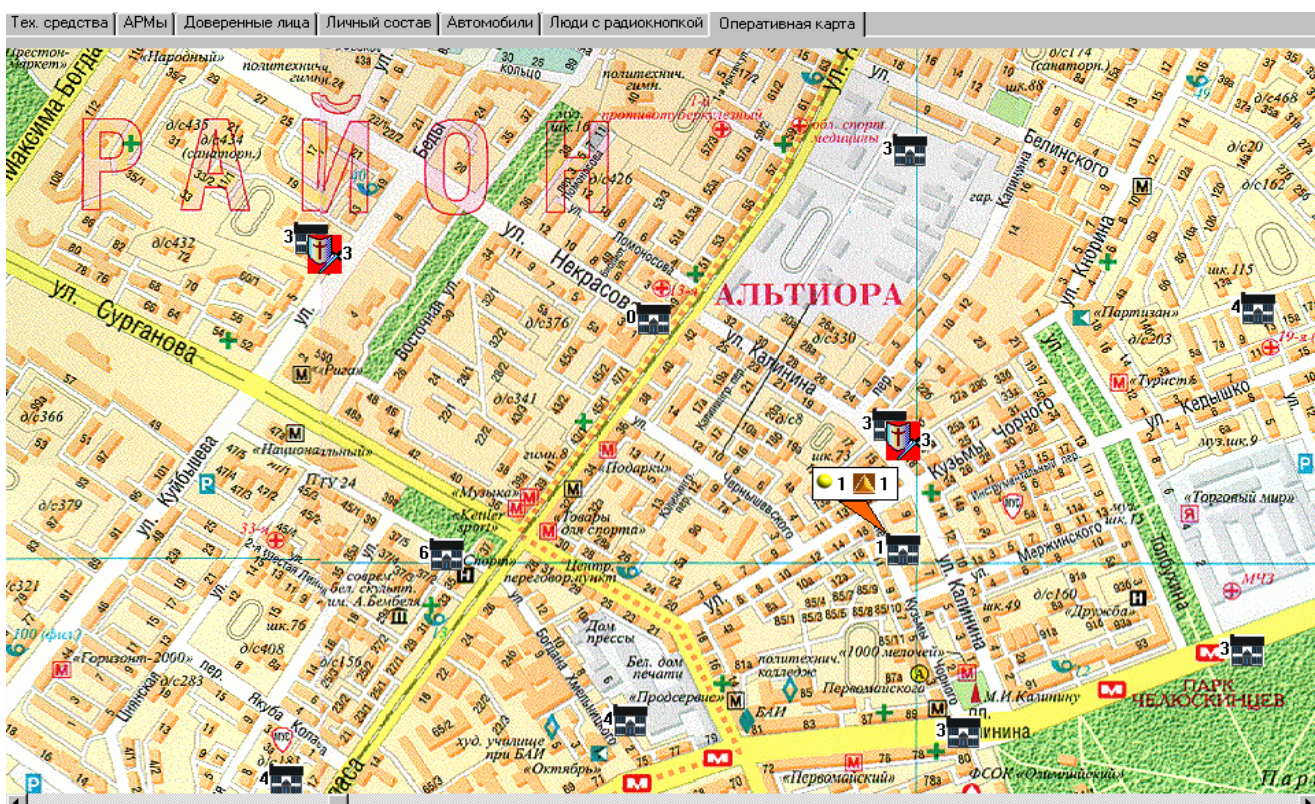

Рисунок 64
3.9.1 Для работы с картой плана местности следует выбрать закладку основного меню «Оперативная карта» (рисунок 64). ПО ПЦН поддерживает работу с двумя масштабами растровых изображений плана местности: общая карта местности ($\approx 1:100000$) и подробный план местности ($\approx 1:10000$). Переход между масштабами осуществляется двойным нажатием правой клавиши мыши. На экране отображается информация о привязанных зданиях, количестве задействованных паролей под данным зданием и состоянии последних.